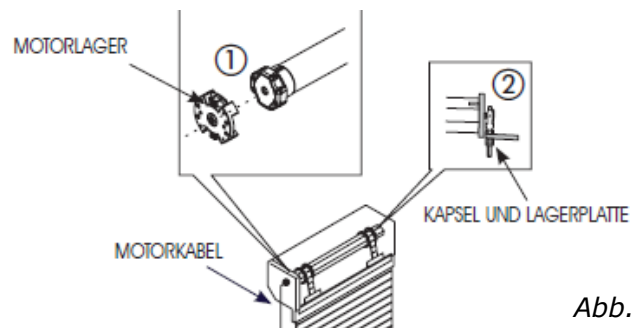

Abb. 5
5. Den Motorkopf mit leichtem Druck in das Motorlager einführen (Abb.5, Bez.1).